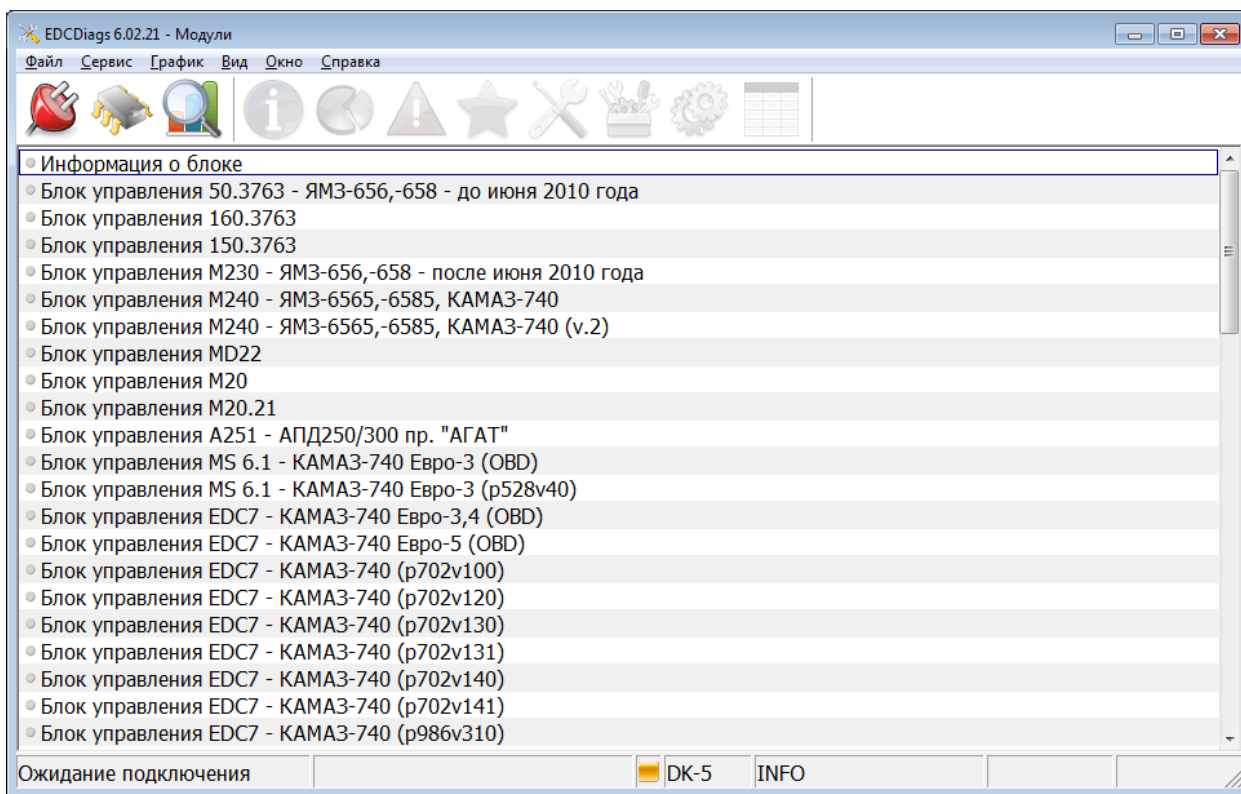

Рис. 3.4
3.3.1. Открыть программу EDCDiags (Рис. 3.4), выбрать в списке модель блока управления и нажать кнопку «Подключить»  (для определения типа блока управления можно сначала выбрать «Информация о блоке», подключиться и нажать кнопку «Обновить» ).